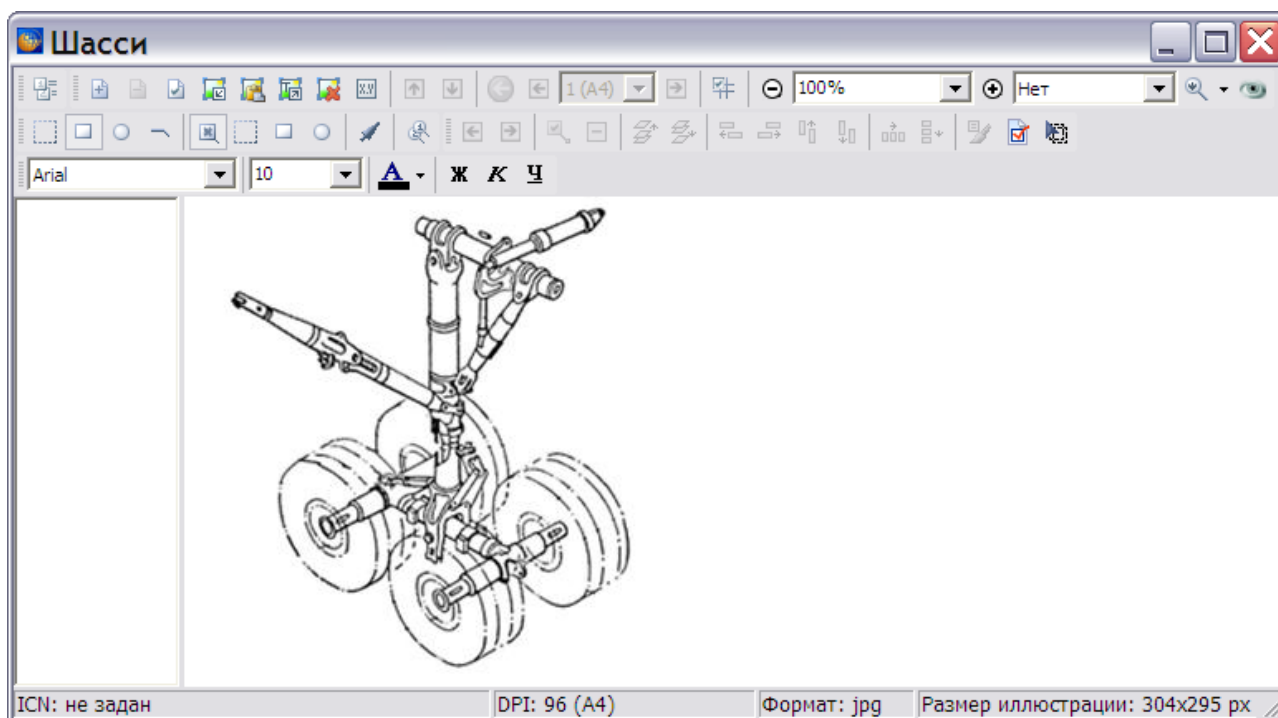

Рис. 5.125
4. Из появившегося меню выберите пункт **Открыть**. При этом откроется окно с иллюстрацией «Шасси» (Рис. 5.125).